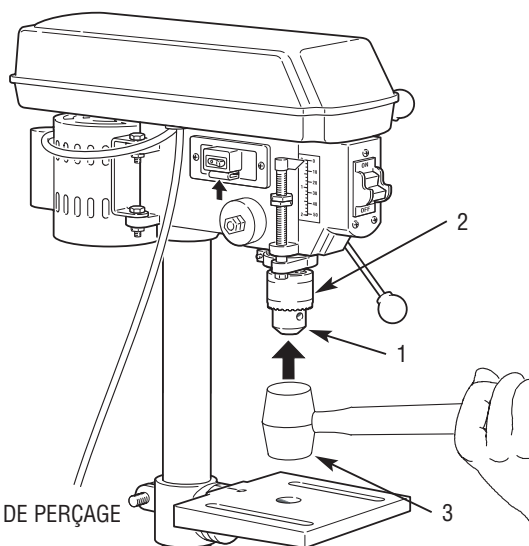

FIGURE 6.
1. Ouvrir les mâchoires du mandrin de perçage (1) au maximum en tournant la bague du mandrin (2).
2. Tenir le mandrin de perçage (1) par l'extrémité effilée de la tige de la broche et utiliser un marteau à panne douce (caoutchouc) (3) ou un bloc de bois avec un marteau.
3. Enfoncer le mandrin de perçage (1) dans la tige de la broche. Voir figure 6.